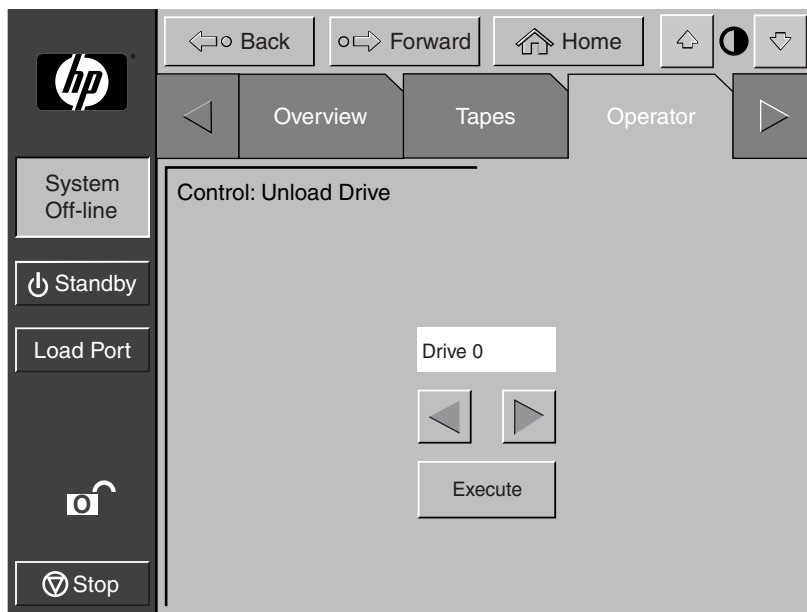

Figure 4-8 : Écran Control: Unload Drive
1. Dans l'écran Operator (opérateur), appuyez sur le bouton **Unload Drive** (décharger l'unité de sauvegarde). Le panneau de contrôle affiche l'écran Control: Unload Drive (commande : décharger l'unité de sauvegarde) (voir la figure 4-8).